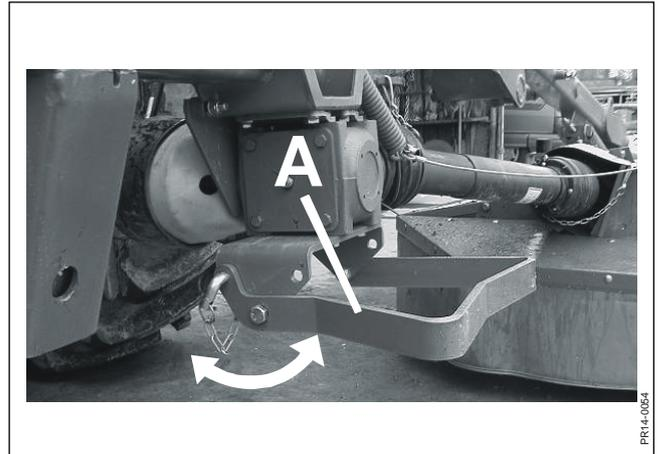

Fig. 3-2
- Fig. 3-2** 5) Sollevare i bracci di collegamento in modo da poter alzare il piede **A**